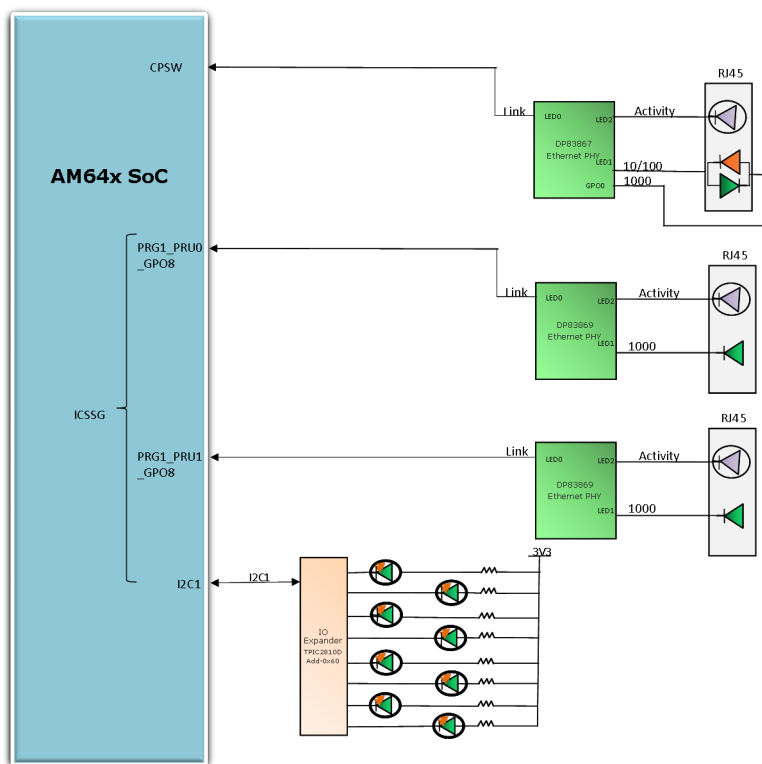

図 3-24. AM64x/AM243x EVM イーサネット インターフェイス LED
**LED\_1:** デフォルトでは、このピンは 1000BASE-T リンクが確立されていることを示します。この設定は、ストラップ抵抗を使用して自動ネゴシエーションを 10/100Mbps に変更できます。DP83867 デバイスでは LEDCR1[7:4] レジスタ ビットを、DP83869 デバイスでは LEDS\_CFG1[7:4] レジスタ ビットを使用して、追加の機能を設定できます。LED\_1 はストラップ ピンでもあり、DP83867 デバイスで RGMII TX クロック スキューを設定し、DP83869 デバイスで自動ネゴシエーション モードを選択するための内部プルダウン抵抗が備わっています。このピンは両方のデバイスでアクティブに設定されているため、LED を直接駆動すると、調光 LED ライティングになります。そのため、図 3-24 に示すように MOSFET が使用されて LED を駆動します。
**GPIO1:** DP83867 PHY では、GPIO マルチプレクサ制御レジスタ 1 (GPIO\_MUX\_CTRL1) によって GPIO を LED3 として機能するように構成でき、LED 構成は LEDCR1 レジスタをプログラムすることにより設定できます。これは、高速リンク ドロップ (FDP) の設定に使用されるストラップ ピンでもあり、現在は無効化されています。DP83869 PHY では、GPIO マルチプレクサ制御レジスタ (GPIO\_MUX\_CTRL) を使用して、GPIO を LED\_GPIO (3) として機能するように構成でき、LED 構成は LEDS\_CFG1 レジスタをプログラミングすることで設定できます。これはストラップ ピンでもあり、起動時に RGMII からカッパ動作モードを選択するために使用されます。これは、MDC および MDIO ピンを使用して MII モードに変更し、GEN\_CFG1 レジスタ-0x9 を更新できます (MII モードを使用する場合、PHY は 1000Mbps の速度でリンクアップしないため、ギガビット イーサネット アダプタサイズを無効にする必要があります)
この EVM カードには、イーサネットリンク、イーサネット アクティビティ、イーサネット速度設定のステータスを示す複数の LED が搭載されています。図 3-24 に、ICSSG PRG1 イーサネット アクティビティおよび CPSW イーサネット アクティビティに使用される LED を示します。さらに、IO エクスパンダに接続されている 8 つの LED があり、I2C1 ポート経由で SoC によって制御されます。これら 8 つの LED は、ユーザー アプリケーションに基づいて切り替えることができます。